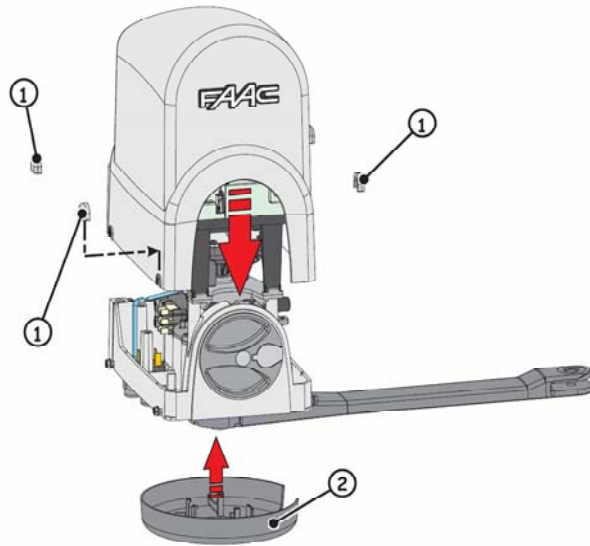

Рис. 17
3. Вставьте ключ и поверните против часовой стрелки, до упора, рис. 17 п. 2
4. Поверните колесо расцепителя до упора по часовой стрелке рис. 17 п. 3